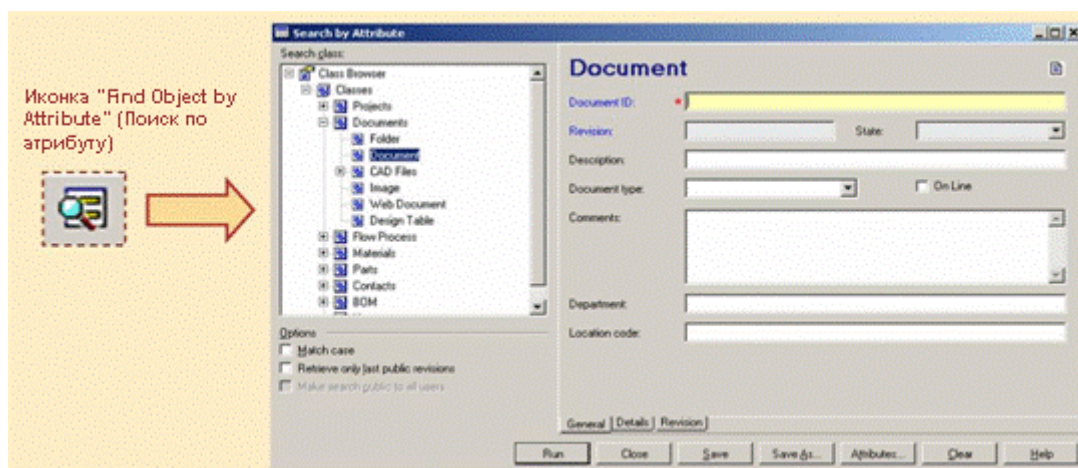

Рис. 16.4. Диалог “Search by Attribute” (Поиск по атрибуту)
- ◆ Открыть диалог «Search by Attribute»(рис.16.4).